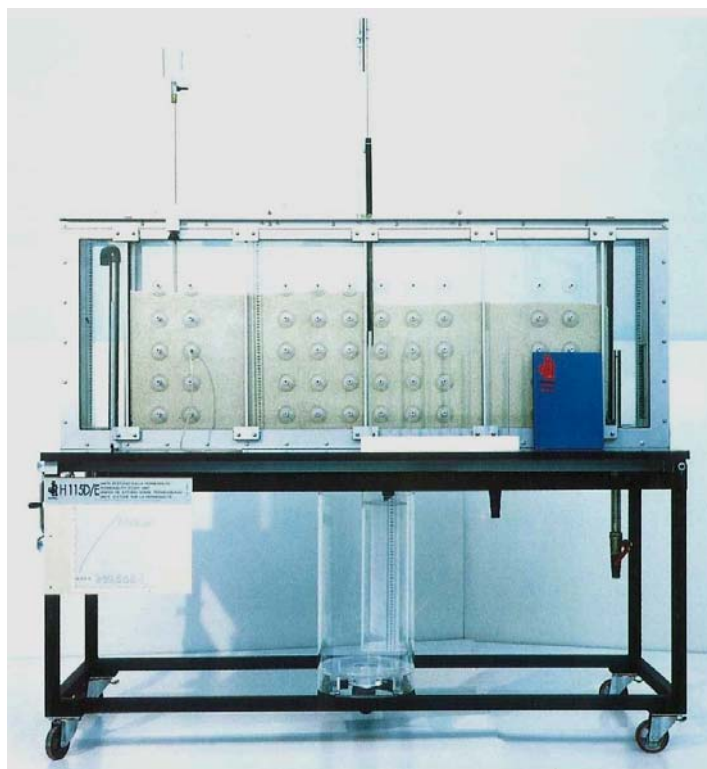

Fig. 5 - H115D/E Alimentato da rete idrica (cod. 935810)
- **H115D/E - Alimentato da rete idrica (cod. 935810)** (fig. 5)